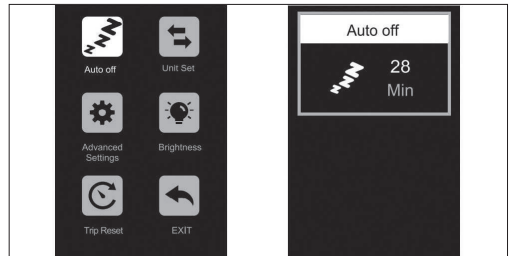

Figura 4-1
- Auto Apagado:** Si entra en esta configuración, puede ajustar el tiempo de apagado automático, como se muestra en la (Figura 4-1).